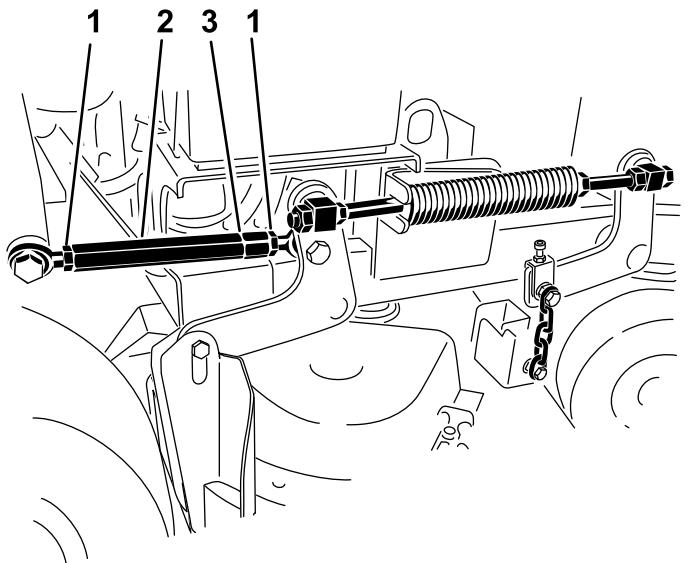

Figura 83
4. Afloje las contratuerzas en ambos extremos del tensor (Figura 83).
- Nota:** El extremo del tensor con la muesca tiene roscas a izquierdas (Figura 83).